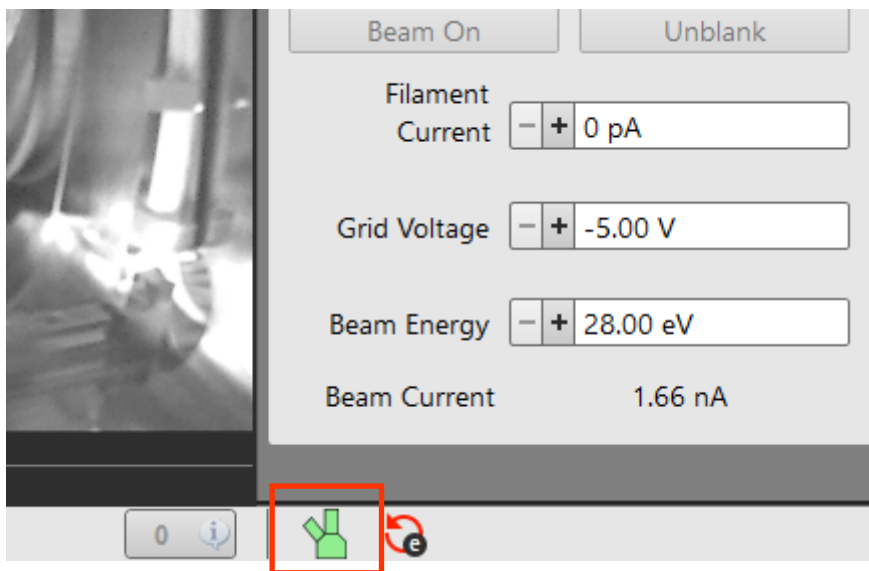
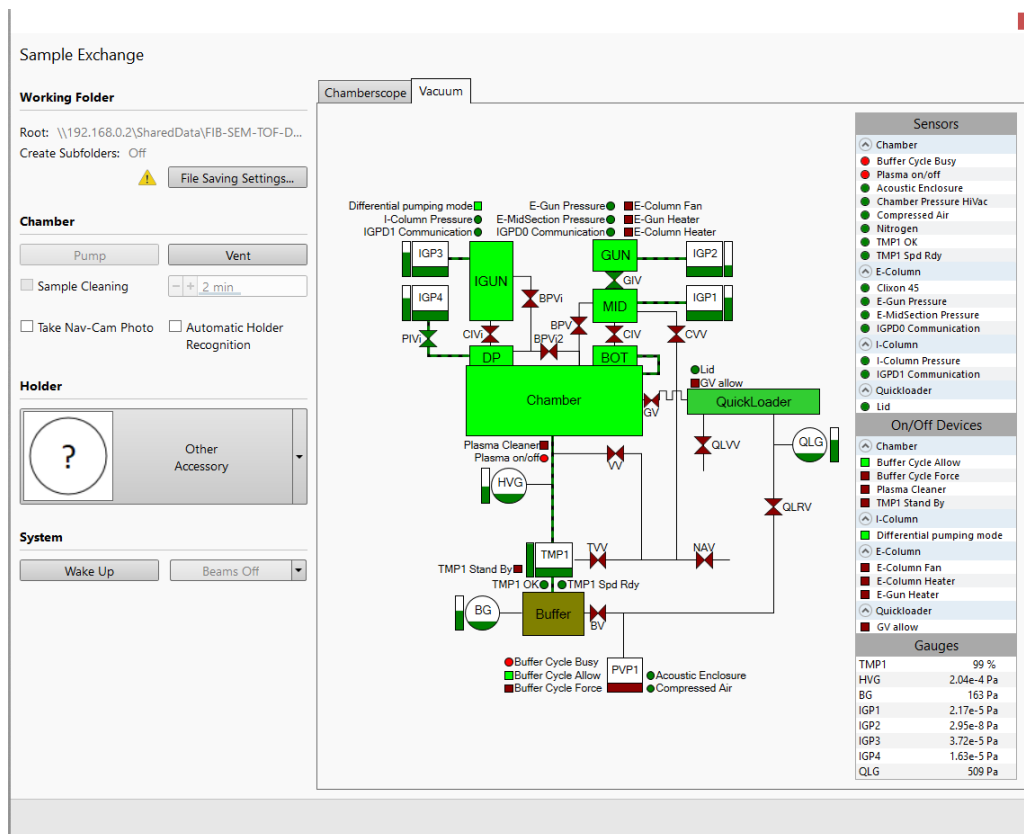

图 6.4-1
图 6.4-2 双束电镜 Helios 5 UX 系统真空图
(1) 检查真空度。如图 6.4-1 所示，双击 UI 状态栏右下角的电镜图标，打开如图 6.4-2 所示的系统真空图。